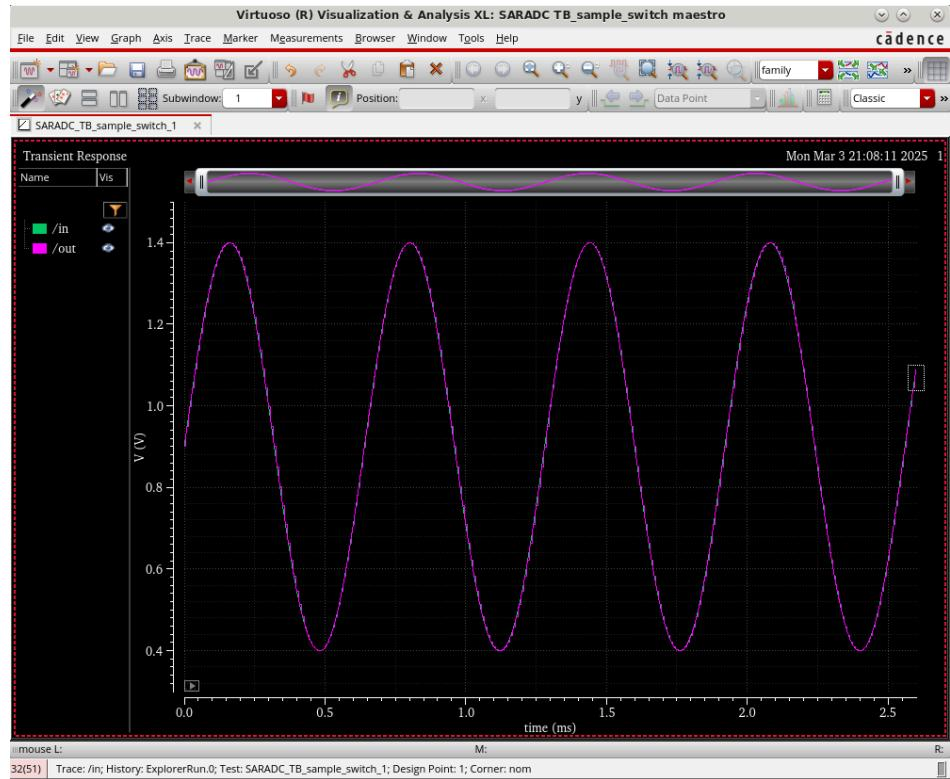
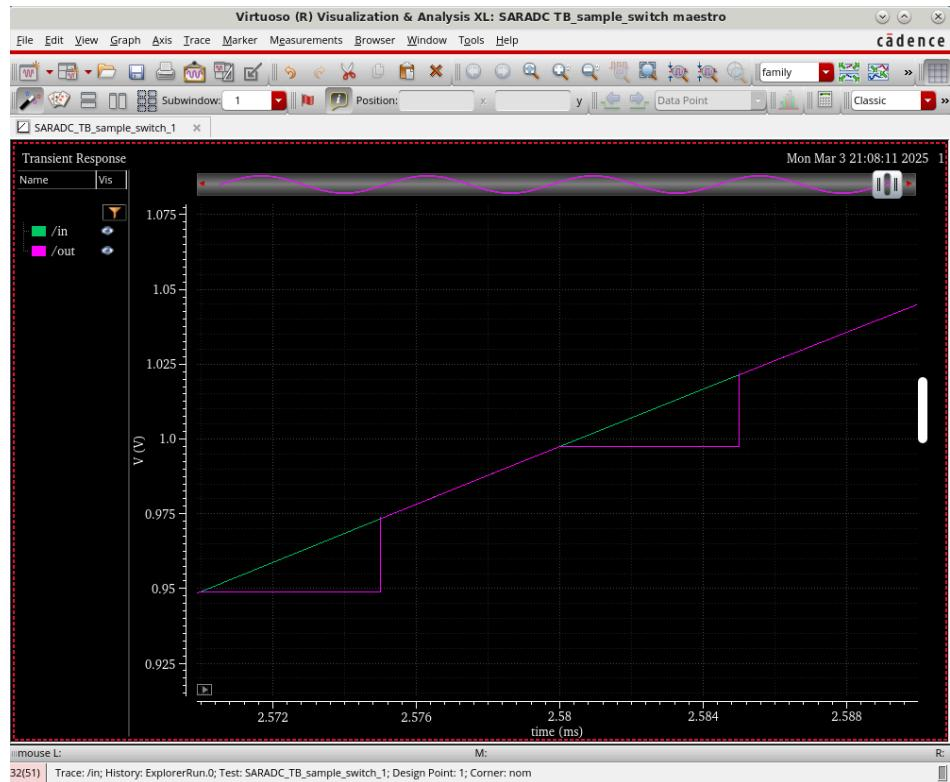
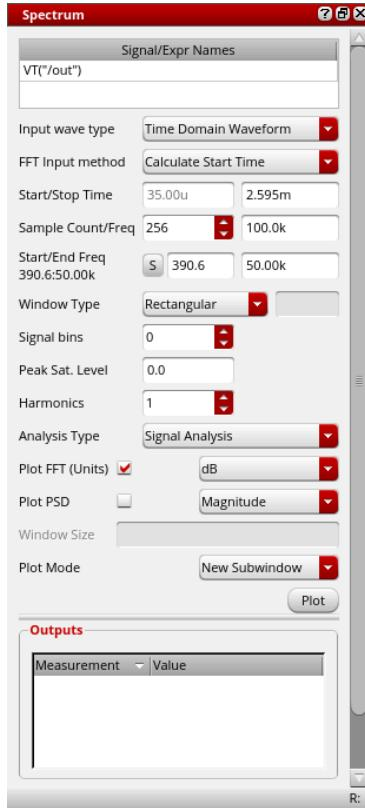

图 55 放大框选部分波形
图 56 框选部分波形放大后的结果
图 57 频谱分析设置窗口
1. 如图 55 和图 56 所示，框选最后一段波形并放大，可以看到最后一个采样保持电路输出的样本位于 2.595 ms 时刻，这也是之后 FFT 样本序列的终止时间。
2. 鼠标左键单击图 56 中的 out 节点对应的波形，在顶部菜单栏中点击 Measurements -> Spectrum，右侧弹出如图 57 所示的频谱分析窗口。
在 FFT input method 属性栏选择 Calculate Start Time，Start/Stop Time 的第二个属性栏输入 2.595m，Sample Count/Freq 属性栏分别输入 256, 100k，接着点击 Start/End Freq 属性栏的按钮 ，如图 57 所示。点击 plot 按钮。